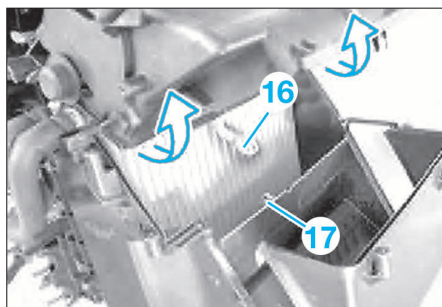

FIG. 27
- Lever la partie supérieur du boîtier puis dégager la tringle d'accouplement (16) du volet d'air (Fig.27).
- Détacher la tringle d'accouplement du volet d'air (17).